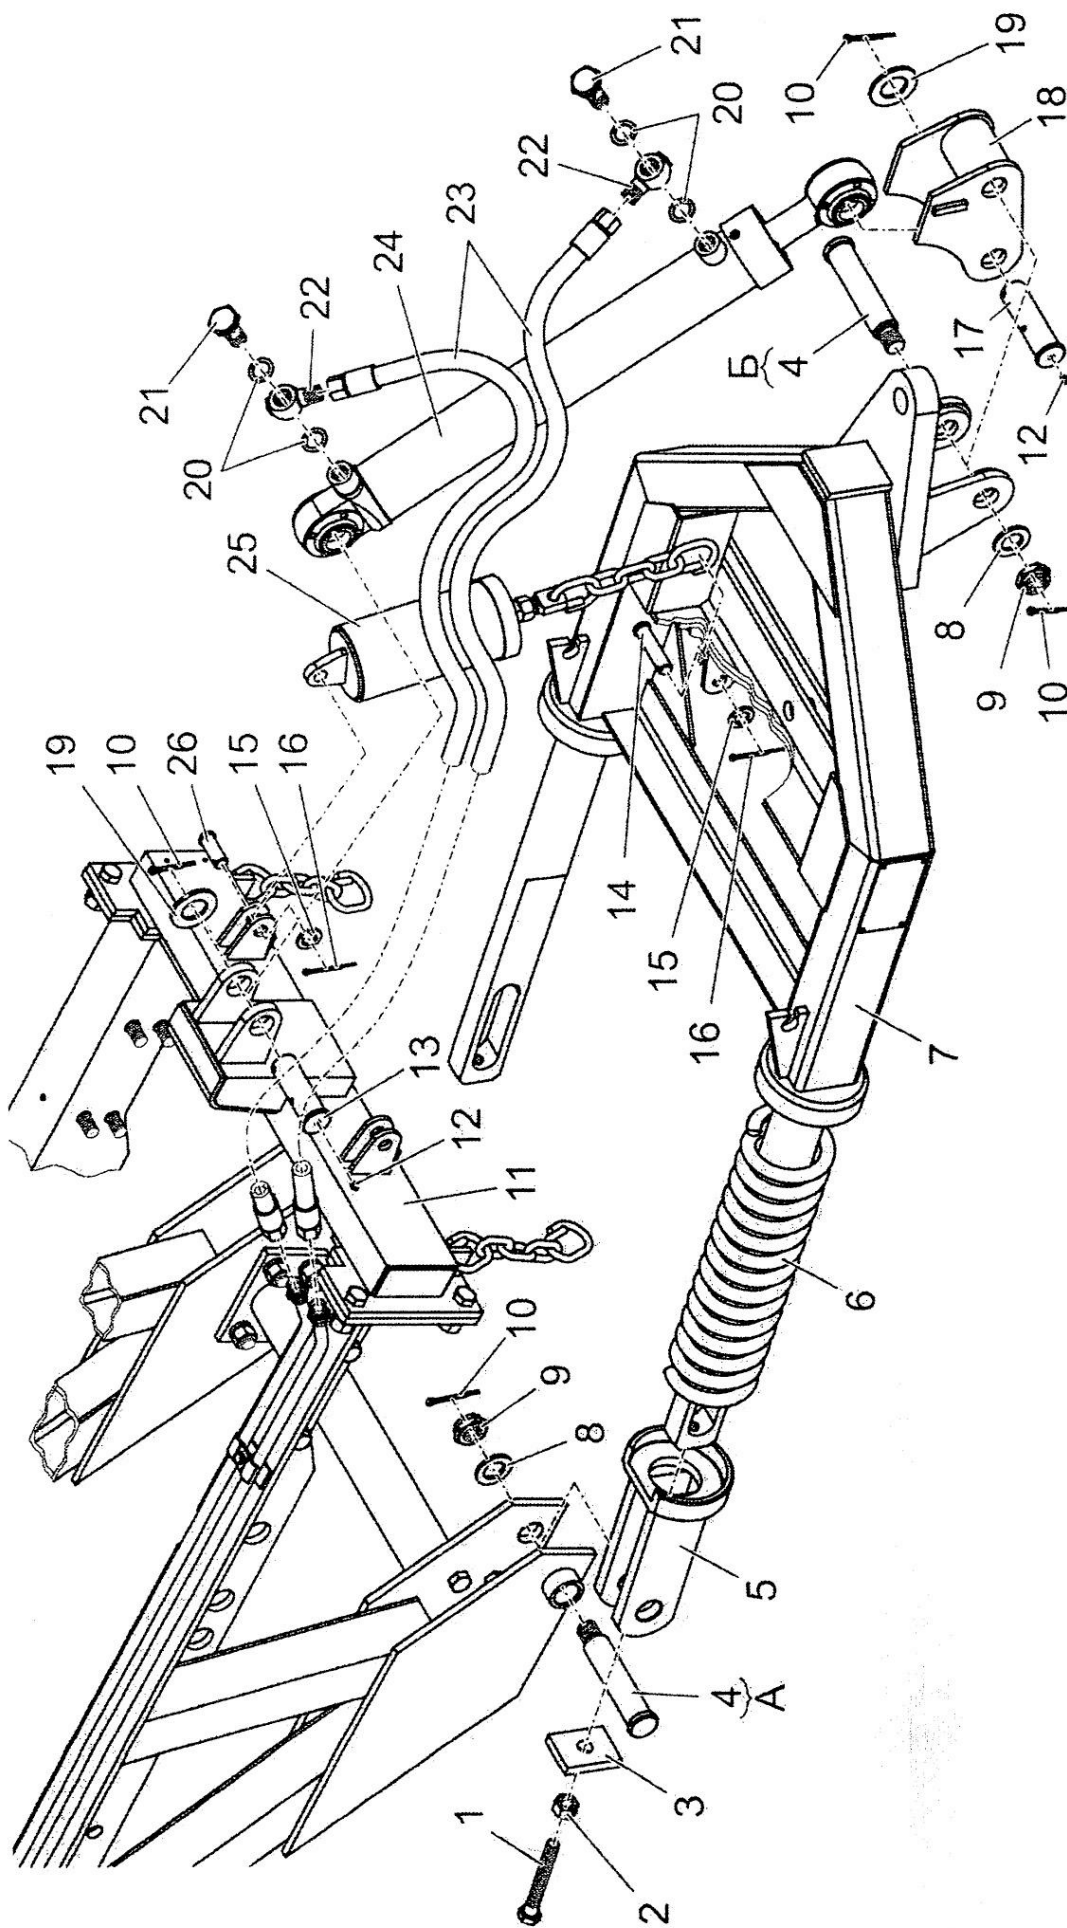

Рисунок 2.3 – Крепёж толкающей рамы
1) установить на цапфы толкающей рамы 7 (рисунок 2.3) пружины 6 и ограничители 5 (в ограничителе срез в упоре под пружину должен быть направлен вверх);